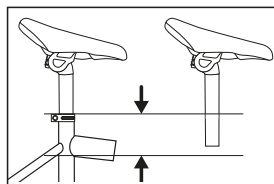

Fig. 3: hauteur de la selle/
- ↳ Veillez à ce que la hauteur de la selle soit correcte et respectez la profondeur d'insertion minimale de la tige lorsque vous la réglez (Voir Fig. 3). Un repère situé sur la tige de selle permet de l'identifier. Afin de déterminer la bonne hauteur de la selle, asseyez-vous dessus et posez votre talon droit sur la pédale en position basse. Votre jambe doit être légèrement fléchie.